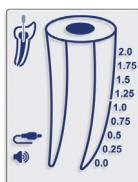

Рис. 4
- 5.4.7. Подсоедините измерительный кабель к устройству и убедитесь в том, что значок кабеля появился на экране (рис. 4).